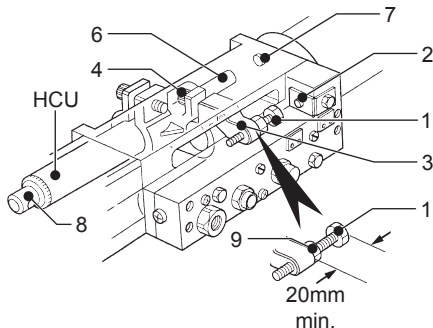

Figura 5
- Utilize (1), Figura 5, para o ajustamento de profundidade final.
- Bloqueie utilizando (9), Figura 5.
- Regule o espaço entre (2) e (1), Figura 5, de forma a ficar igual à profundidade da abertura de rosca MAIS a distância a que o macho de rosca está acima da peça a ser trabalhada.